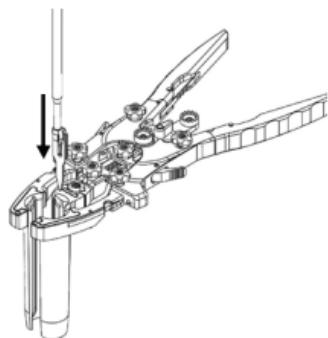

Abbildung 17
- Schieben Sie das Klemmstück in den Klingengang (Abbildung 17).